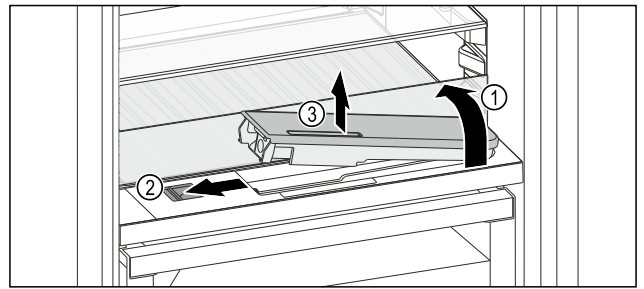

Fig. 118
- ▶ Sollevare il ripiano di vetro e ribaltarlo all'indietro fino all'arresto Fig. 118 (1).
- ▶ Spostare il cursore Fig. 118 (2) a sinistra.
- ▶ Rimuovere il serbatoio dell'acqua Fig. 118 (3).